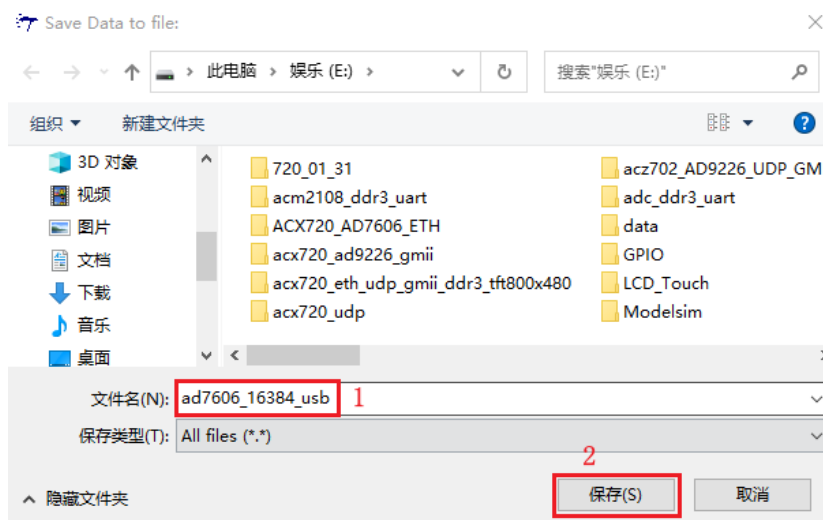

图 1-26 设置文件名称
8. 在弹出的文件保存界面中，读者需要设置文件保存的路径并给文件命名，比如我们这里保存在 E 盘并给文件命名为“ad1030\_16384\_usb”，然后点击保存。如下图 1-26 所示。